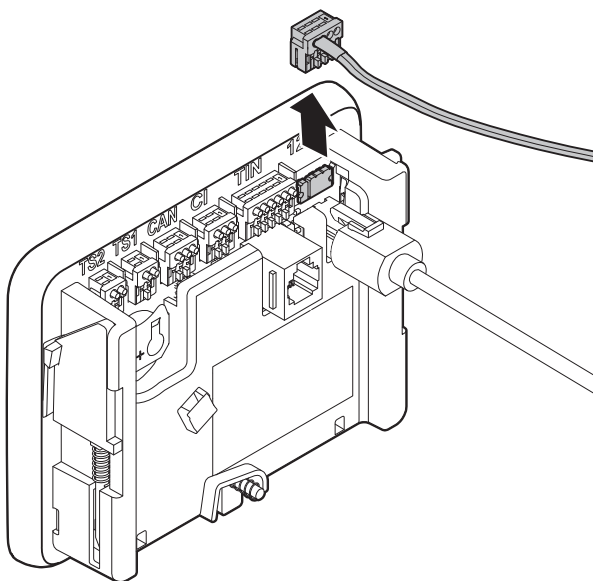

Fig. 7
- ▶ Brancher la fiche du câble connecteur (Fig. 7) sur le Panel, le débrancher avec précaution vers le haut.